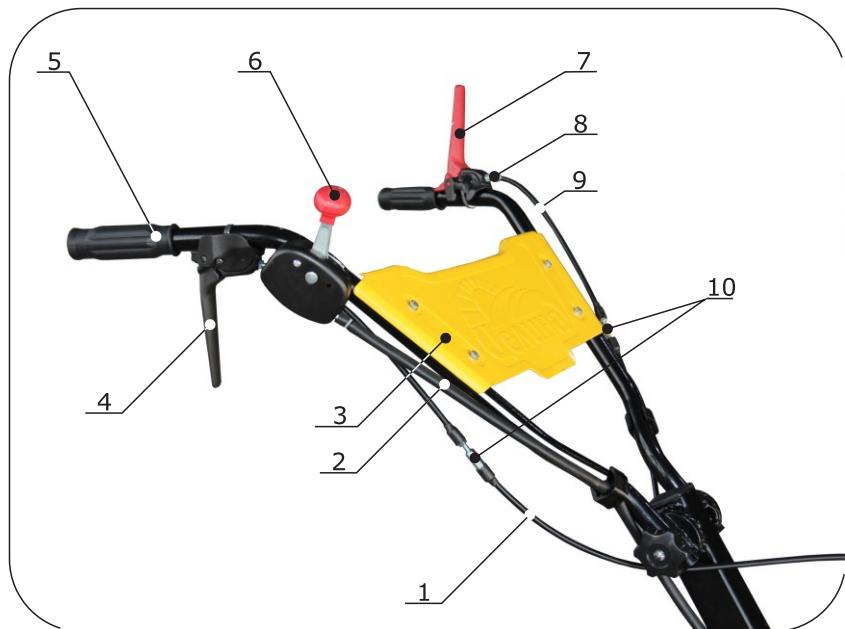

Рис.4 - Органы управления.
- Установите панель руля (рис.4), зафиксируйте четырьмя винтами M6x16, шайбами и гайками M6.
- На правую рукоятку руля (рис.4) установите рычаг управления дроссельной заслонкой, закрепите при помощи болта M6x65, шайбы и гайки M6. Проверьте плавность хода возвратно-поступательными движениями рычага.
- Если это не так, то при помощи регулировочных винтов 8 и 10 (рис.4) отрегулируйте систему разблокировки (при выворачивании срабатывание происходит раньше, а при вворачивании - позже). По окончании регулировки винты зафиксируйте гайками.
- Регулировка натяжения приводного ремня производится регулировочными винтами 8 и 10 (рис.4). Увеличение натяжения приводного ремня происходит при выворачивании регулировочных винтов. По окончании регулировки винты зафиксируйте гайками.